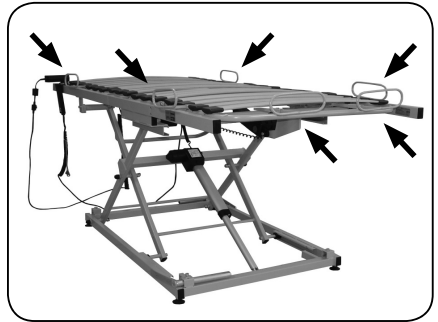

Abb. 6.1.08 - aks-B4c mit montierten Matratzenhaltern
15. Fügen Sie die Matratzenhalter umgedreht wieder in die Halterung und drehen Sie die Schrauben, an den seitlichen Matratzenhaltern im Abstand von 90 cm oder 100 cm und an den fußseitigen Matratzenhalter im Abstand von 190 cm oder 200 cm, fest (Abbildung 6.1.08). Beachten Sie, dass die Liegeflächenbreite nur mit der, als Zubehör erhältlichen, Liegeflächenverbreiterung auf 100 cm verbreitert werden kann (siehe Abschnitt **Zubehör Liegeflächenverbreiterung – Zubehör**).